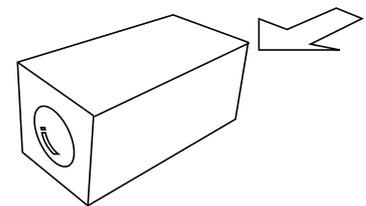

図16 立体視
2) 図16 のように見たい「もの」から少し離してレンズ筒を「両目」でのぞきます。